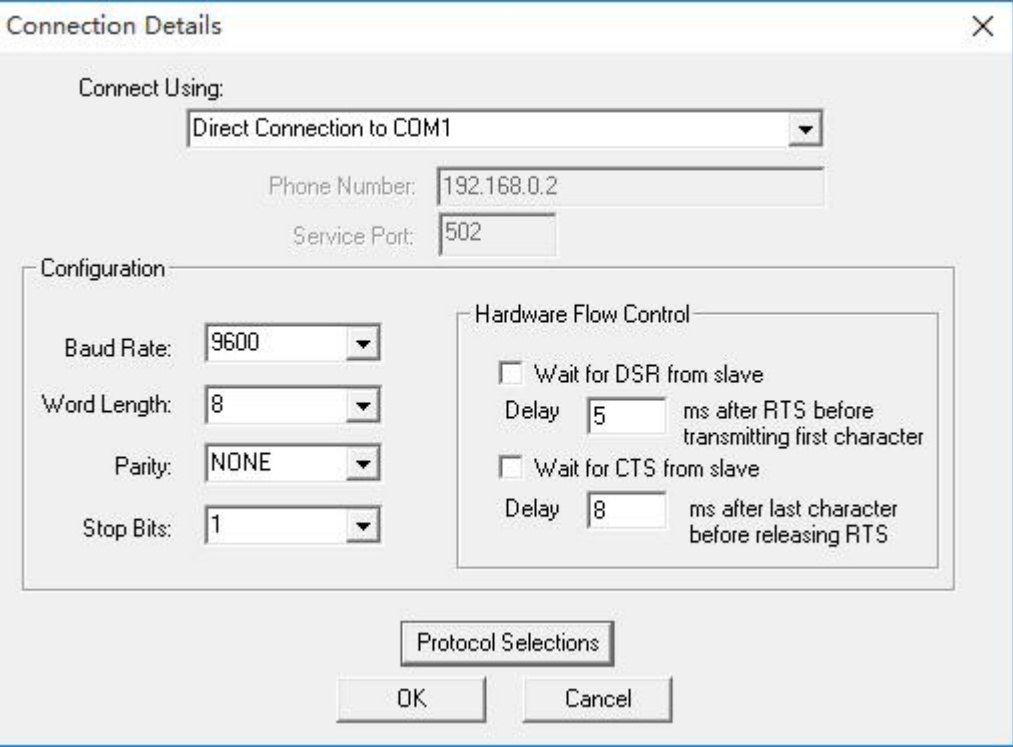

图 4-4
1、使用 RS-485 转 RS-232 连接通讯卡的 RS-485 接口和电脑的 COM 口，在测试软件中设置连接参数，如“图 4-4”。